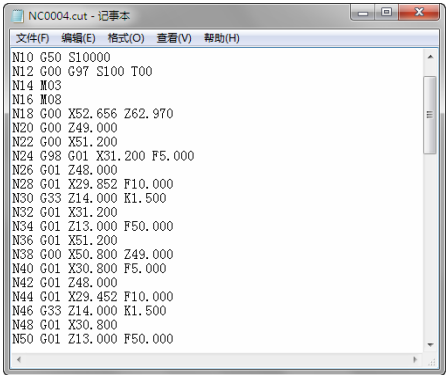

图 4-120 生成的数控程序
4) 单击“确定”按钮，系统接着提示拾取加工轨迹，拾取所有加工轨迹，单击鼠标右键结束拾取，系统即生成数控程序，如图 4-120 所示。